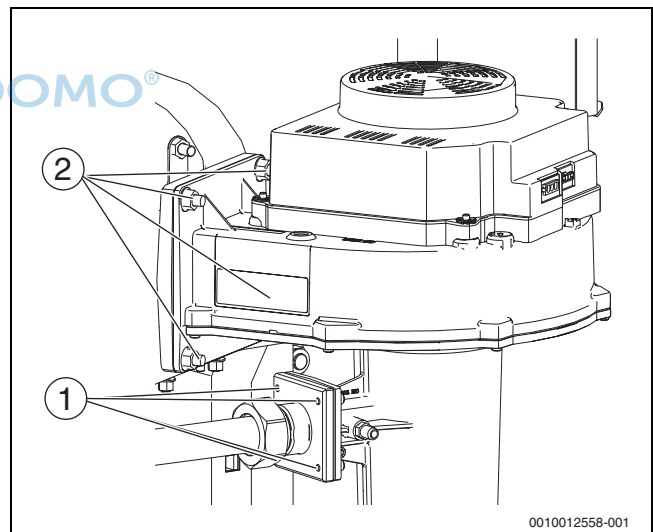

Bild 59 Gebläse ausbauen (Kesselgröße 150-300 kW)
- ▶ Gemischflansch durch Entfernen der 4 Muttern am Venturi abschrauben (→ Bild 59, [1]).
- ▶ Gebläse durch Entfernen der 4 Muttern am Gemischkrümmer abschrauben (→ Bild 59, [2]).